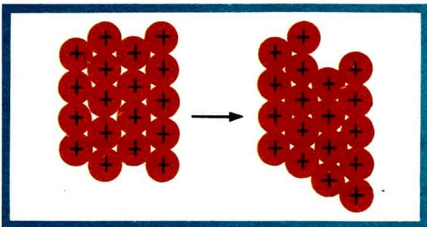

Abb. 31 Modell der Verschiebung von Metall-Ionenschichten bei der spanlosen Formgebung
**Verformbarkeit von Metallen.** Viele Metalle lassen sich spanlos durch Walzen, Schmieden, Pressen oder Treiben verformen. Durch Einwirkung mechanischer Arbeit werden im Metall Schichten von Metall-Ionen gegeneinander verschoben. Dabei bleibt die Metallbindung erhalten (Abb. 31).